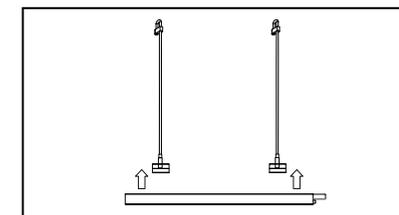

Рис. 2
- Защелкните осветительный прибор в скобы, которые входят в комплект поставки, выровняйте положение осветительного прибора по горизонтали и отрегулируйте длину тросиков (рис. 2). Излишки тросиков удалите.